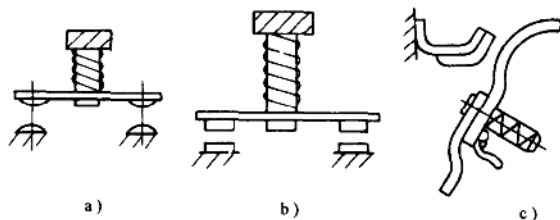

图 1-3 触点的结构型式
(1) 触点系统结构形式 触点系统的结构形式有点接触、面接触、指形接触等,如图1-3所示。其中点接触和面接触常采用桥式结构,点接触形式用于电流